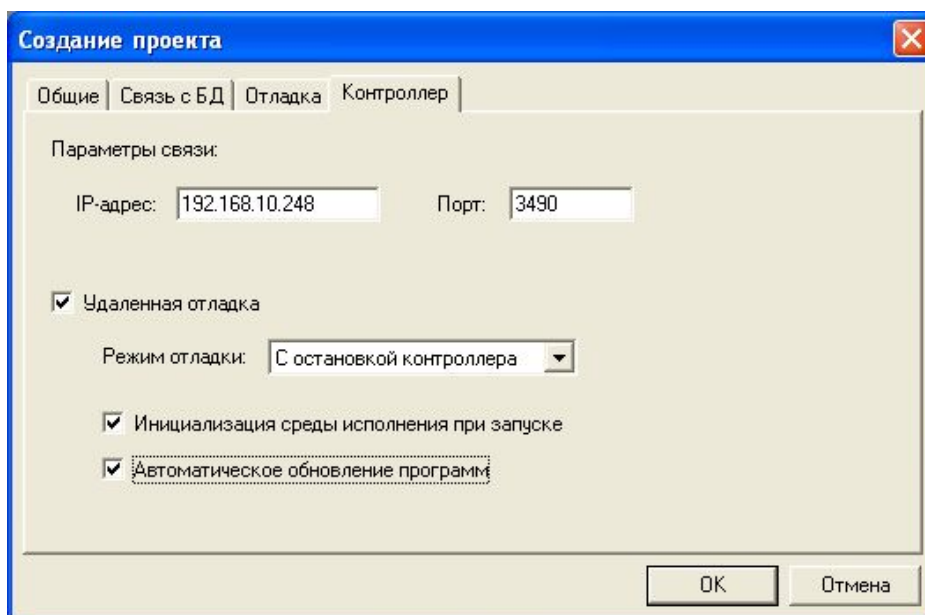

Рисунок 2.4 – Окно «Создание проекта». Закладка «Контроллер»
- 6 На вкладка «Контроллер» (рисунок 2.4) задать необходимые параметры: